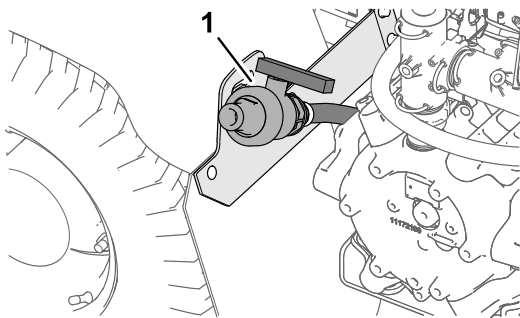

Bild 52
2. Ermitteln Sie das Behälterentleerungsventil am hinteren Kotflügel an der linken Seite der Maschine (Bild 52).